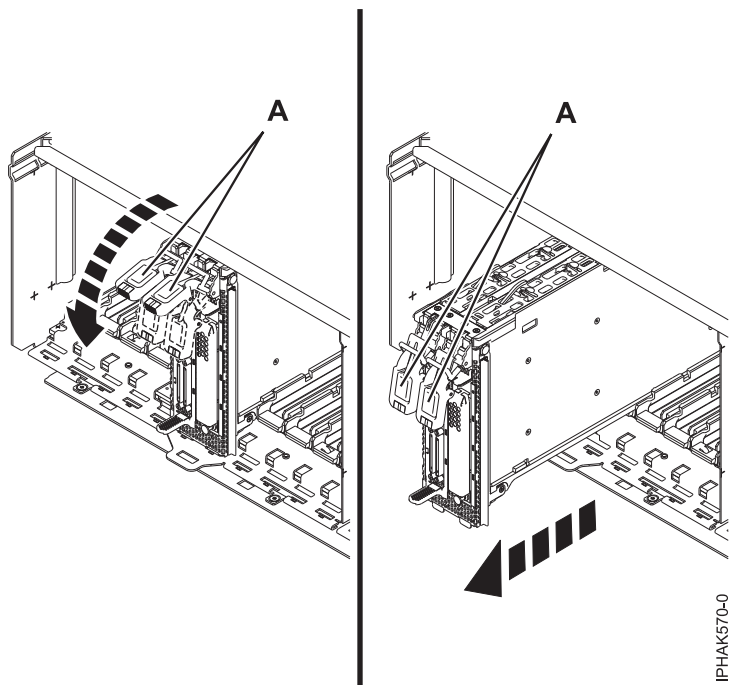

図 66. 入出力拡張装置からのカセット・アセンブリーの取り外し
- a. 87 ページの図 66 に示すように、ロッキング・アーム (A) が下がっているようにします。
- c. 慎重にカセット・アセンブリーを入出力拡張装置から完全に引き出します。 87 ページの図 66を参照してください。